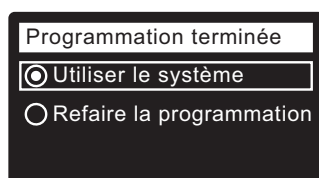

FIG. 27
24. Appuyez sur le sélecteur (O). L'afficheur indiquera « Programmation terminée » (Cf. Figure 27).
25. À ce stade, si vous souhaitez modifier des réglages, appuyez sur le bouton BAS (▼) pour passer à **Refaire la programmation**, puis deux fois sur le sélecteur (O) pour revenir aux assistants.
26. Si vous ne souhaitez faire aucune modification, regardez s'il y a un point dans le cercle **Utiliser le système** (cf. Figure 27), puis appuyez sur le bouton (O). Le fonctionnement normal de l'appareil commence, tel qu'expliqué à la page 17.